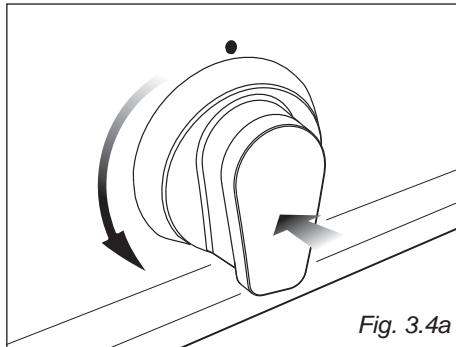

Fig. 3.4a
1. Poussez et tournez le bouton dans le sens antihoraire jusqu'à la position  (ouverture maximale de la couronne intérieure) ou  position (ouverture maximale des couronnes intérieure + extérieure), enfoncez et tenez le bouton jusqu'à ce que les flammes s'allument (fig. 3.4a ou 3.4b).